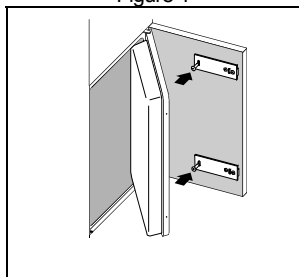

Figure 4
- Fixez les glissières aussi avec d'autres vis et veillez à ce que les glissières ne se déplacent pas (Figure 4).